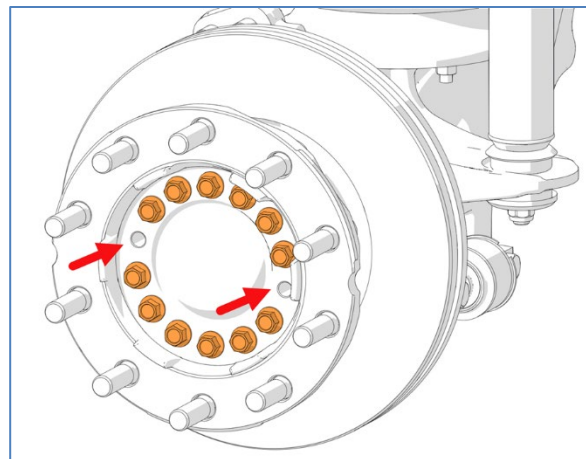

Figure 10
7. Retirez 2 boulons de la bride de moyeu diamétralement opposés (Figure 10).